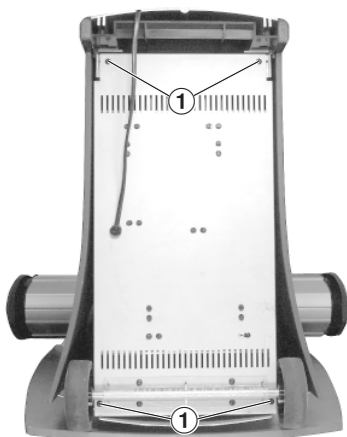

Fig. 47
- 4 Schrauben ① (Fig. 47) herausschrauben und den Boden mit den Verstärkerplatten vorsichtig abnehmen (kurze Kabel).
- Undo 4 screws ① (Fig. 47) and carefully remove the bottom with the amplifier unit (short wires).